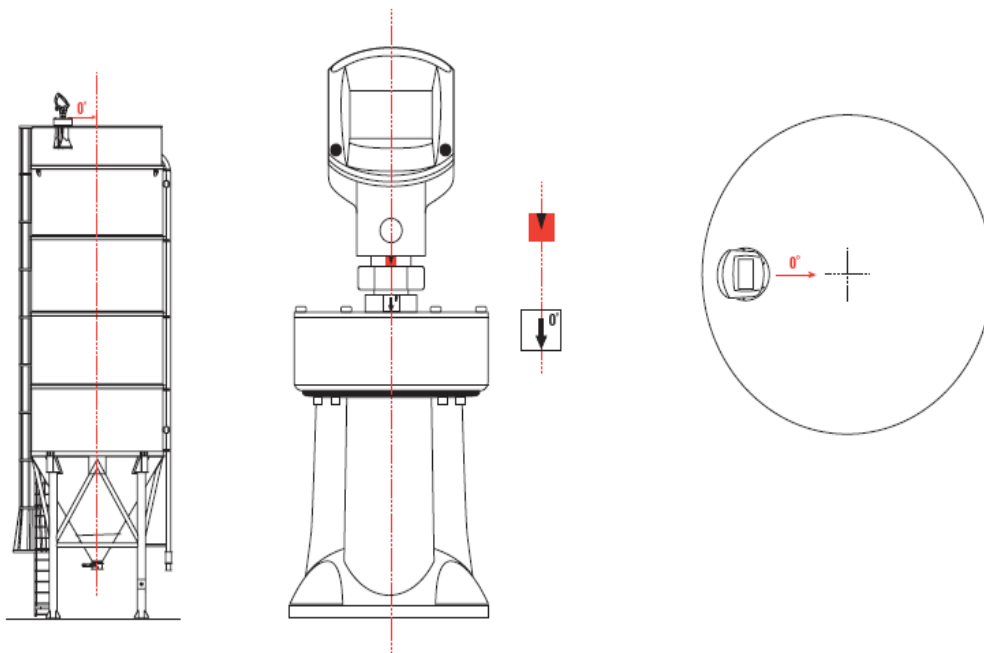

Figure 21 Direction de montage
- ① La direction de montage est indiquée par un autocollant portant la mention 0° apposé sur l'unité (voir Figure 21 Direction de montage)
- ② Le 0° doit pointer vers le centre du conteneur (y compris pour les conteneurs carré ou ouverts).